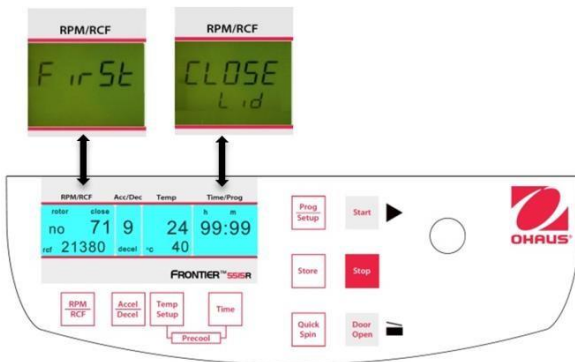
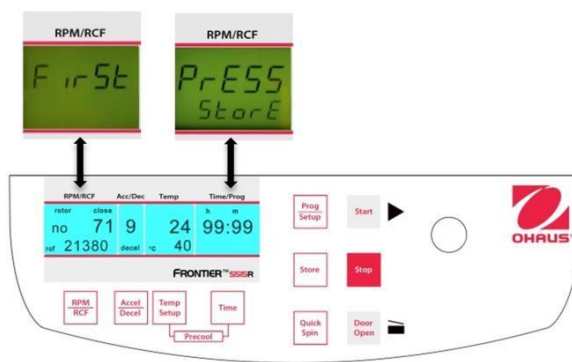

Figure. 23
Figure. 24
Fermer le couvercle de la centrifugeuse. Procéder dorénavant selon la description précédente afin de définir tous les paramètres importants de la centrifugation. Si le couvercle n'est pas fermé lors de la mémorisation du programme, les mots **"FirSt"** et **"CLOSE Lid"** (voir la figure 23) clignotent alternativement sur l'affichage **"RPM/RCF"** (A-1). Si la centrifugation doit être démarrée sans mémorisation du programme, les mots **"First"** et **"PrESS StoreE"** (voir la figure 24) clignotent alternativement sur l'affichage **"RPM/RCF"** (A-1).
Pour adapter les données, appuyer sur la touche **"Store"** (12) (voir les figures 23 et 24) pendant 1 seconde environ. Si le programme est correctement mémorisé, le mot **"StorE"** apparaît sur l'affichage **"RPM/RCF"** (A-1). Ceci aura pour effet de faire disparaître le mot **"programm"** (M10).